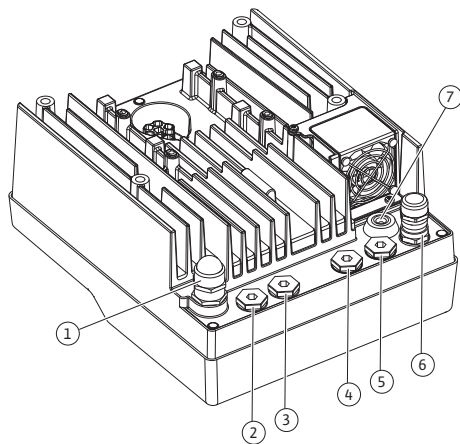
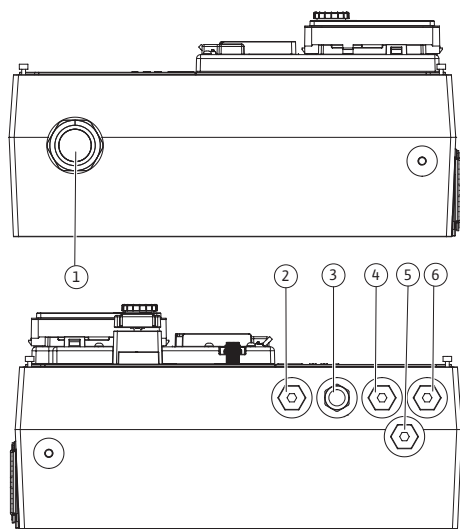

Fig. 21: Kabelskjøter med gjenger / kabelgjennomføringer (0,37 kW ... 7,5 kW)
Fig. 22: Kabelskjøter med gjenger / kabelgjennomføringer (11 kW ... 22 kW)
På elektronikkmodulen (Fig. 21) er det seks kabelgjennomføringer mot koblingsboksen. Kabelen til strømforsyningen av den elektriske ventilatoren på elektronikkmodulen er montert fra fabrikk.
På elektronikkmodulen (Fig. 22) er det fem kabelgjennomføringer mot koblingsboksen på én side. På den andre siden er det kabelgjennomføringen for strømforsyningen. Strømforsyningen til den elektriske ventileringen på elektronikkmodulen befinner seg på innsiden og er montert ved fabrikk.
Kabelskjøter med gjenger inkludert tetninger for kabelgjennomføringer 2 ... 5 (Fig. 21 og Fig. 22) er vedlagt produktet som byggesett.
4. Før tilkoblingskabelen gjennom kabelskjøten med M25-gjenger (Fig. 21, pos. 1, for 0,37 kW ... 7,5 kW).
Før tilkoblingskabelen gjennom kabelskjøten med M40-gjenger (Fig. 22, pos. 4, for 11 kW ... 22 kW).